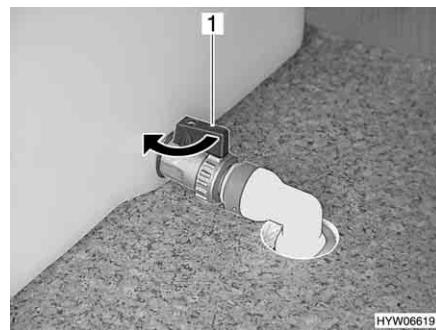

Bild 199 Wassertank
- Den Wasserablasshahn (Bild 199,1) am Wassertank **entgegen** der Pfeilrichtung drehen. Das Wasser läuft ab.